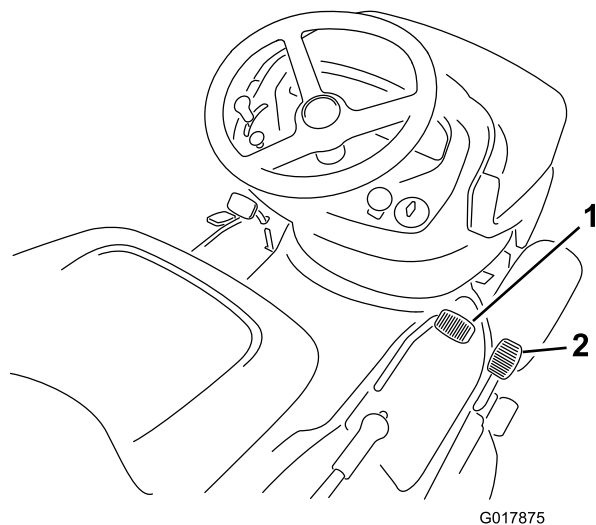

Figure 14
- Posez le pied sur la pédale de déplacement en marche arrière et appuyez lentement dessus pour reculer (Figure 14).
- Posez le pied sur la pédale de déplacement en marche avant et enfoncez-la lentement pour avancer (Figure 14).